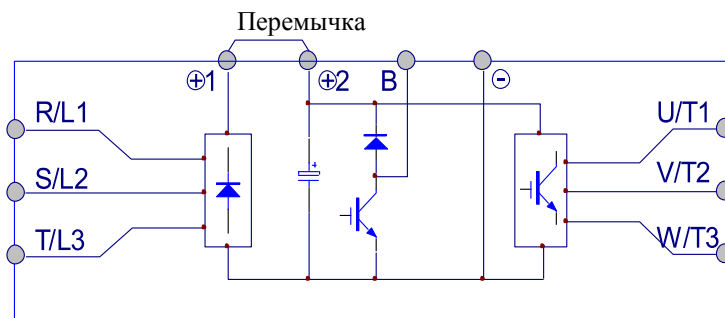

Рис. 4-11 Схема подсоединения перемычки
- Если реактор постоянного тока не используется, не снимайте перемычку, в противном случае частотный преобразователь не сможет работать правильно. Подсоединение перемычки отображено на рис. 4-11